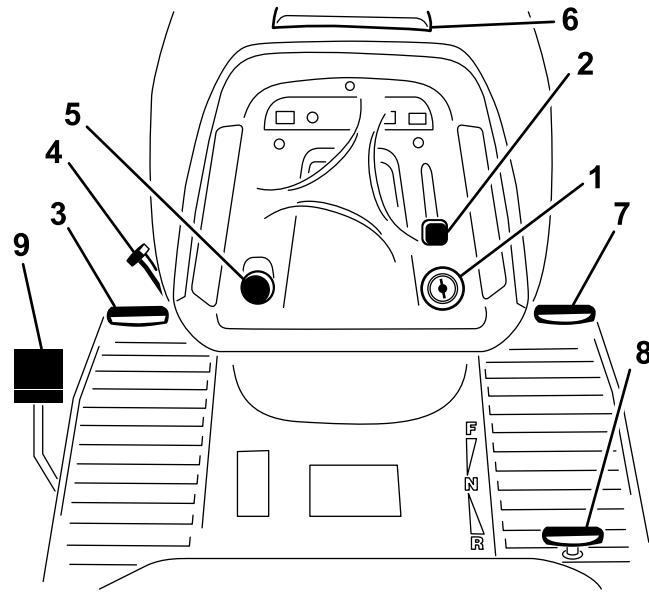

Figura 4
Familiarícese con los controles (Figura 4) antes de poner en marcha el motor y trabajar con la máquina.
1. Pise a fondo el pedal de freno (Figura 4) y manténgalo en esa posición.
2. Gire la palanca del freno de estacionamiento (Figura 4) en sentido contrario a las agujas del reloj y levante poco a poco el pie del pedal de freno.
1. Pise el pedal del freno (Figura 4).